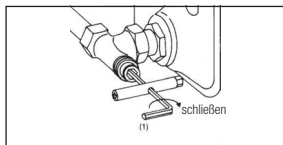

Abb.3 Verschraubung schließen
2. Ventilkegel mit dem Sechskantschlüssel SW 6 (1) durch Rechtsdrehen schließen (Abb. 3).